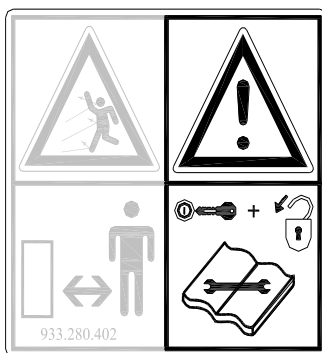
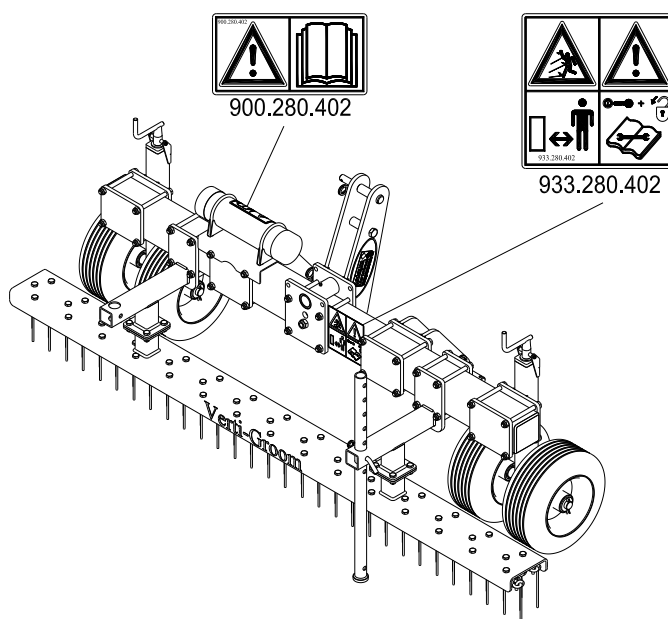

Fig. 2
Fig. 5
På ömse sidor av Verti-Groom finns (Fig. 5) varningsdekaler (Fig. 2,3,4) som har samma betydelse. Dessa varningsdekaler måste alltid vara väl synliga och läsliga, om de är skadade måste de genast bytas ut.
- (7) Placering av varningsskyltar. (Fig. 5)